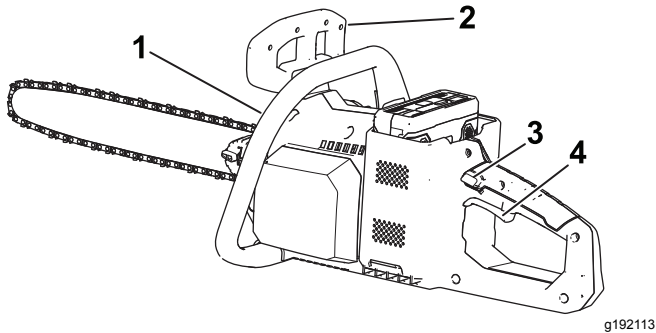

Figure 9
- Posez une main sur la poignée avant et l'autre sur la poignée arrière, poussez le verrou de la gâchette et serrez la gâchette (Figure 9).